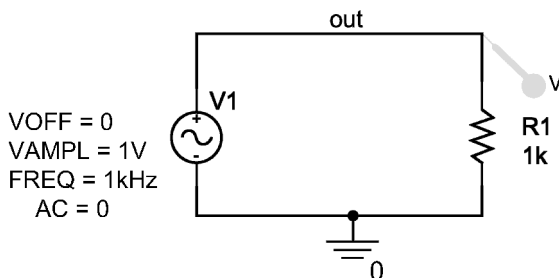

图 7.9 正弦波电压源与负载电阻相连接
1. 绘制如图 7.9 所示电路，其中信号源 VSIN 选自 source 库，然后与负载电阻 R1 相连接。